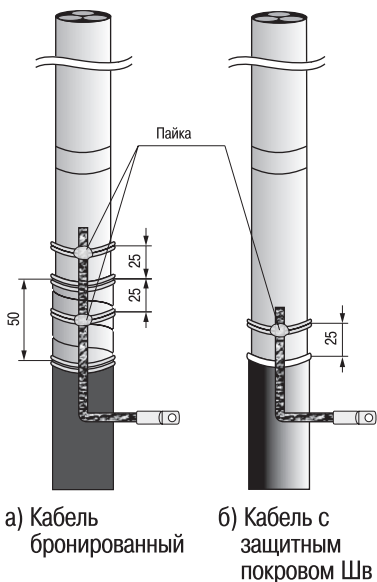

Рисунок 4
4.12 Выполнить пайку провода заземления вместе с бандажом припоем ПОС. При пайке использовать паяльный жир. Место пайки должно образовать гладкую выпуклую поверхность, а сам провод заземления, пропитанный припоем, не являлся бы каналом для проникновения влаги (рисунок 4).